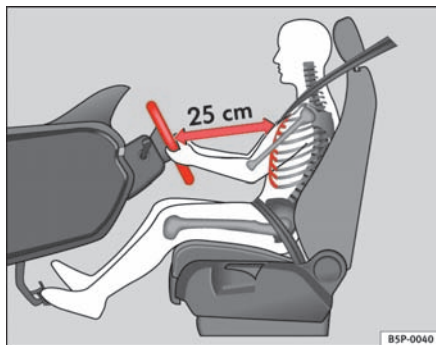

Fig. 1 Den rigtige afstand mellem fører og rat
- Indstil rattet, så afstanden mellem rattet og førerens brystkasse mindst er 25 cm ⇒ fig. 1.
- Indstil førersædet, så der mindst er 25 cm mellem brystkassen og rattets midte ⇒ side 9, fig. 1. Hvis du sidder tættere på end 25 cm, beskytter airbagsystemet ikke optimalt.